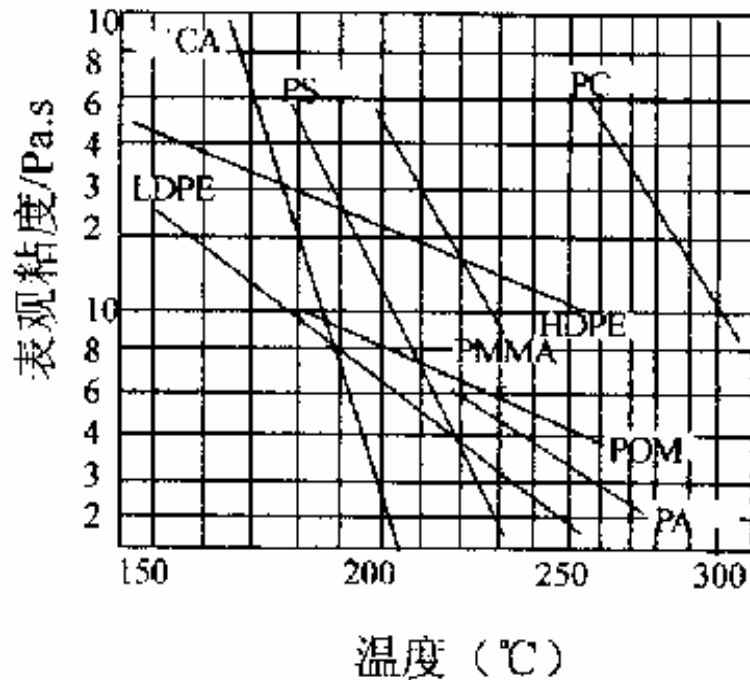
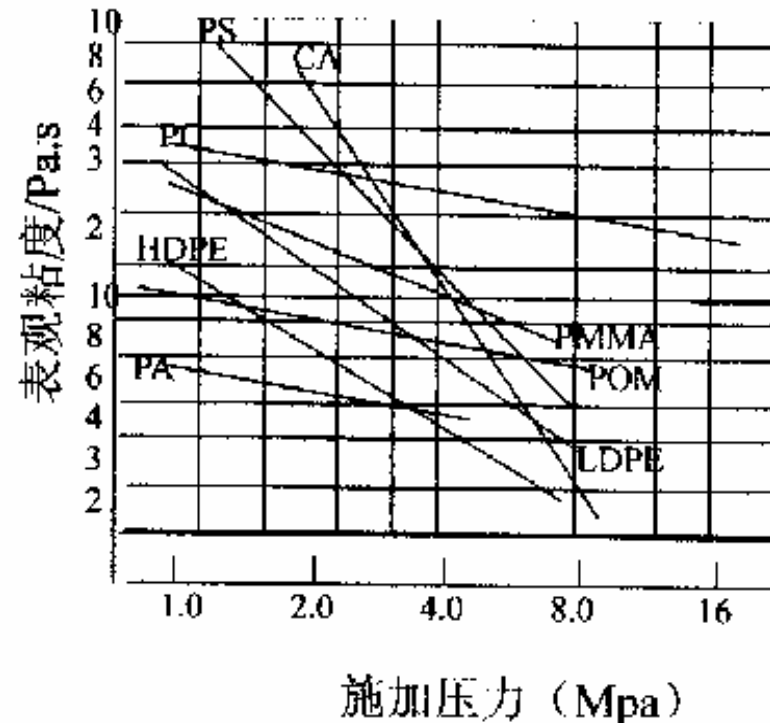

图 1-1 塑料熔体粘度与温度的关系
图 1-2 塑料熔体粘度与压力的关系
- 熔体粘度是反映塑料熔体流动的难易程度的特性,是熔体流动阻力的度量,粘度越高,流动阻力越大,流动越困难.聚乙烯的分子形状及其分子量分布的不同,其熔体粘度将有不同的表现.当熔融温度或施加的压力所引起速度变化时,将对加聚物或缩聚物的熔融粘度产生影响.图1-1和图1-2为各种树脂的熔融粘度和温度、压力的关系.
- 从图1-1可以看出,乙酸纤维素、聚苯乙烯、聚甲基丙烯酸甲酯、尼龙及聚碳酸酯等树脂,它们都是随着温度的增加粘度急剧下降的,因此曲线的斜率较大,而聚乙烯及聚甲醛树脂则对温度不敏感.
- 图1-2和图1-3表示测定时因加压引起速度(称之为剪切速度)变化时,各树脂熔体粘度的变化情况.从图1-2可知,聚苯乙烯及各种聚乙烯树脂的熔体粘随速度的增加表现出急剧下降的倾向,而尼龙、聚甲醛、聚甲基丙烯酸甲酯及聚碳酸酯的熔体粘度则对速度不敏感.图1-3中把热塑性聚酯和聚丙烯作了比较,如在100cm/s的低速度区域,当剪切速度改变时热塑性聚酯的粘度几乎不变,而聚丙烯树脂的粘度则随剪切速度的增加而急剧下降.